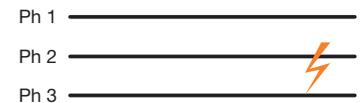

Fig. 21. Cortocircuito bifásico alejado de tierra.
- **Cortocircuito bifásico alejado de tierra:** fallo entre dos fases (tensión entre fases). La corriente resultante es inferior a un cortocircuito trifásico, excepto cuando el fallo está junto a un generador (fig. 21).